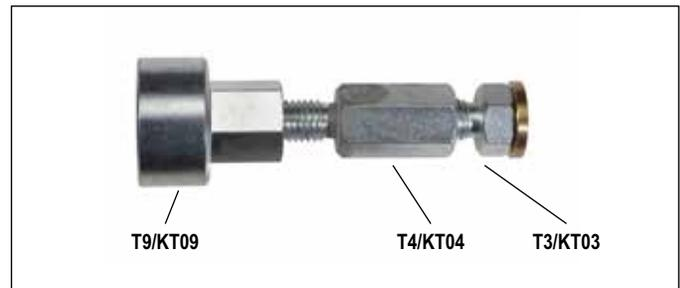
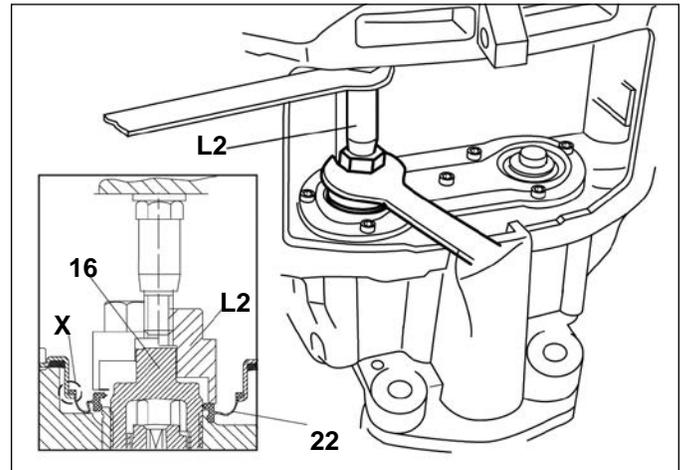

FIGURE 54 - OUTIL DE FIXATION DU JOINT INTERNE SUR LE VÉHICULE (L2)
FIGURE 55 - INSTALLATION DU JOINT INTERNE HORS VÉHICULE
5.5.13 Placer le joint interne de rechange (22) sur le tube fileté (16). Consulter les Figures 54 et 55 pour voir les outils utilisés et le type d'installation. Placer l'outil combiné L2 (T4 + T3 + T9) avec le grand espaceur (T4) comme il est illustré à la Figure 55 - habituellement les tubes filetés doivent être partiellement rétractés afin de permettre à l'outil de loger les joints internes en place. Guider l'outil sur l'extrémité du tube fileté (16). Placer le nouveau joint interne (22) en place en faisant tourner l'écrou de réglage de la partie T4 de l'outil à l'aide d'une clé ouverte.